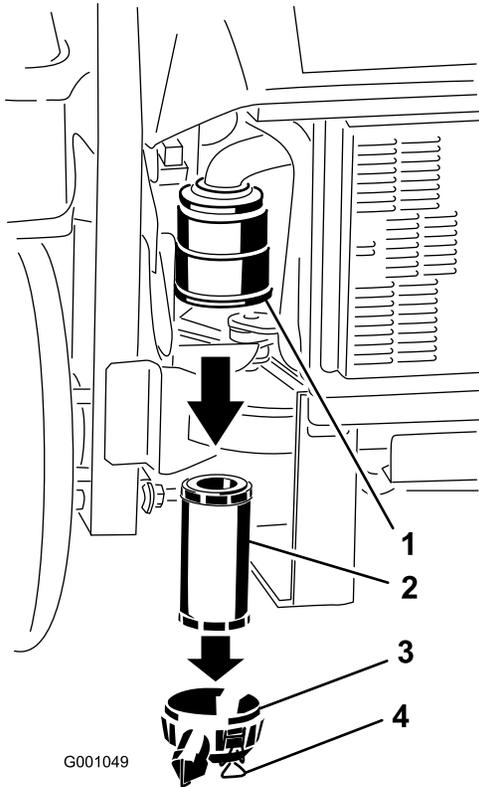

Рисунок 54
3. Освободите защелки воздухоочистителя и отделите крышку от корпуса воздухоочистителя (Рисунок 54).
5. Осторожно извлеките фильтр из корпуса воздухоочистителя (Рисунок 54).